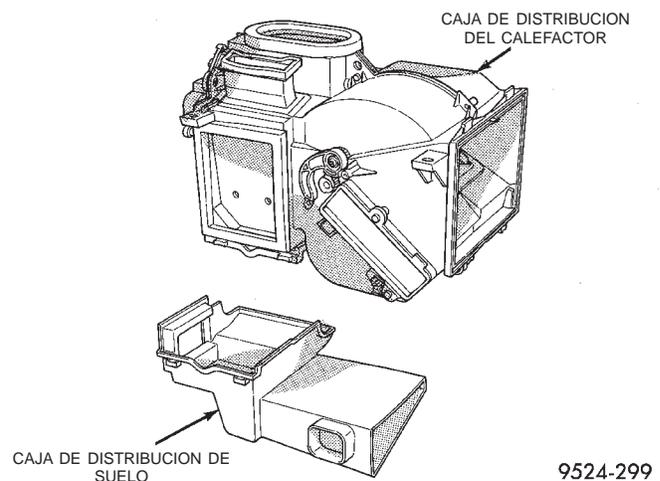

Fig. 92 Caja de distribución de suelo inferior
(22) Retire el sello de espuma de goma que rodea el evaporador.
(23) Retire los collarines de la caja de calefactor/distribución inferior. Retire la caja (Fig. 92).